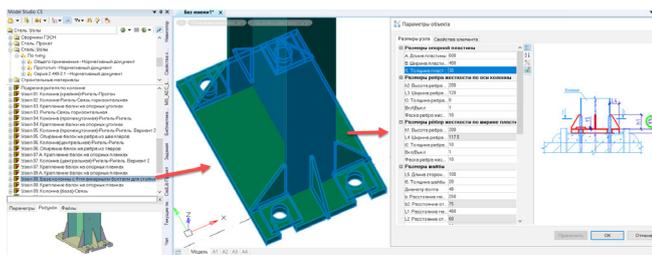

Рис. 6. Процесс вставки параметрического узла из БД
1) выбрав параметрический узел из библиотеки стандартных компонентов (рис. 6), включающей серийные 2.440-2.1, применить его к соответствующим профилям. Геометрические размеры фасонных деталей узла всегда можно настроить в окне свойств. Выбранный параметр выделяется на демонстрационном чертеже формы;